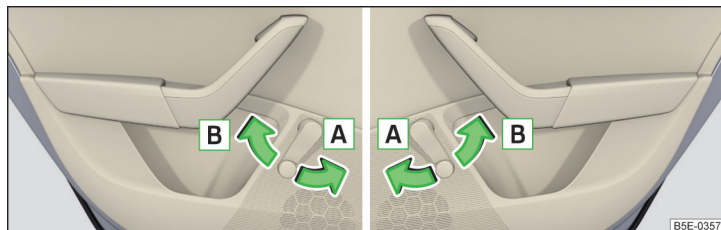

Fig. 47 Operación de ventana: a izquierda/derecha
► Gire la manivela en la dirección de la flecha **A** » fig. 47.
► Gire la manivela en la dirección de la flecha **B** » fig. 47.